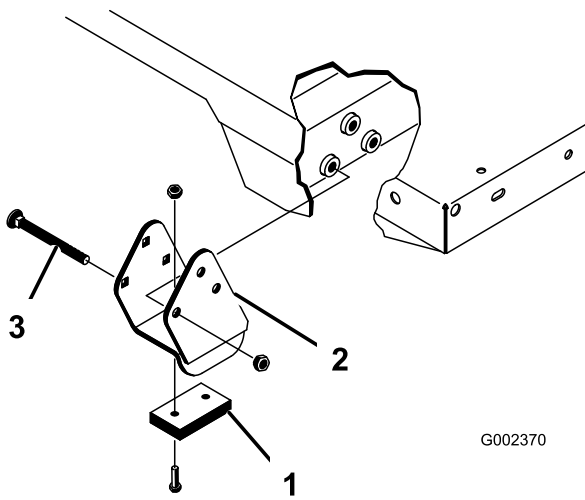

図 36
注 スペーサブラケットとウェアブロック 図 36 はキャリッジボルトで固定しますが、このボルトは必ず頭を車両の内側に向けてください。
2. 荷台を慎重に車両フレームの上に乗せる 後部にある荷台のピボットプレートの穴とリアフレームチャンネル鋼材の穴を揃えて、クレビスピンとリンチピン各2個を取り付ける 図 36。
4. クレビスピンは荷台の外側から差し込み、リンチピンが荷台の外側に向いているようにする 図 36。